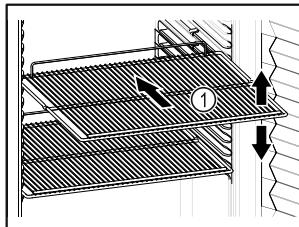

Fig. 47 Ενδεικτική απεικόνιση
- Εάν οι σχάρες Fig. 47 (1) είναι ρυθμιζόμενες, προσαρμόστε τα ανάλογα με το ύψος.